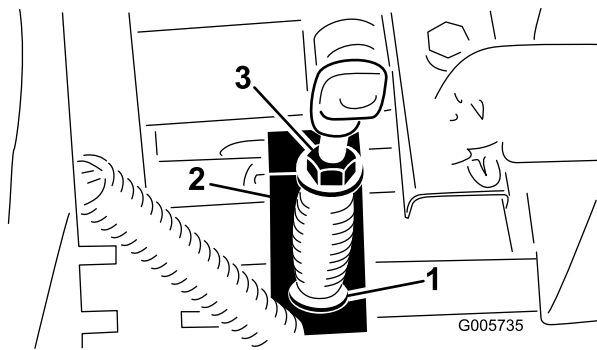

Bild 68
3. Messen Sie die Länge der ZWA-Feder zwischen den Flachscheiben (Bild 68). Die Federlänge sollte 81 mm betragen.